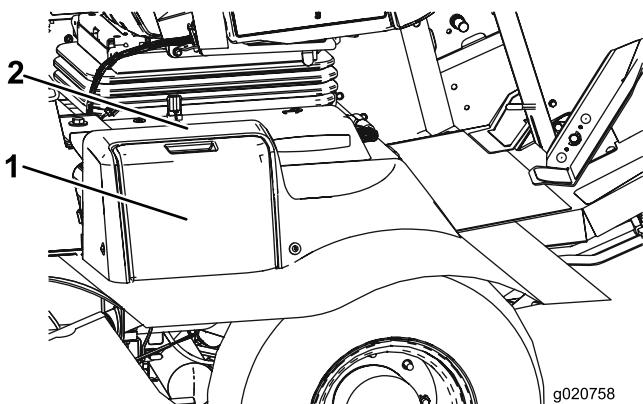

Figura 52
1. Abra la tapa de la batería (Figura 52). situada en el lado de la cubierta.
Nota: Presione hacia abajo sobre la superficie plana situada encima de la tapa de la batería para facilitar la apertura de la tapa (Figura 52).